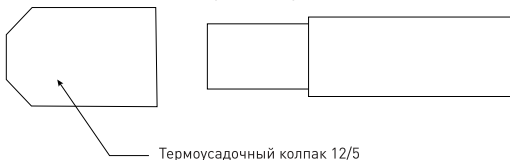

Рис.10 - Нанесений второго слоя изоляции
5.7.2 Усадить термоусадочную трубку 7,7/1,6 с помощью воздушного термопистолета (при температуре +300 °С в течение 8–10 сек.) и сразу обжать свободный конец трубки плоскогубцами — см. рисунок 10.
5.7.3 Надеть термоусадочный колпак 12/5 на полученное соединение, надвинуть его поверх оболочки кабеля до упора — см. рисунок 10.